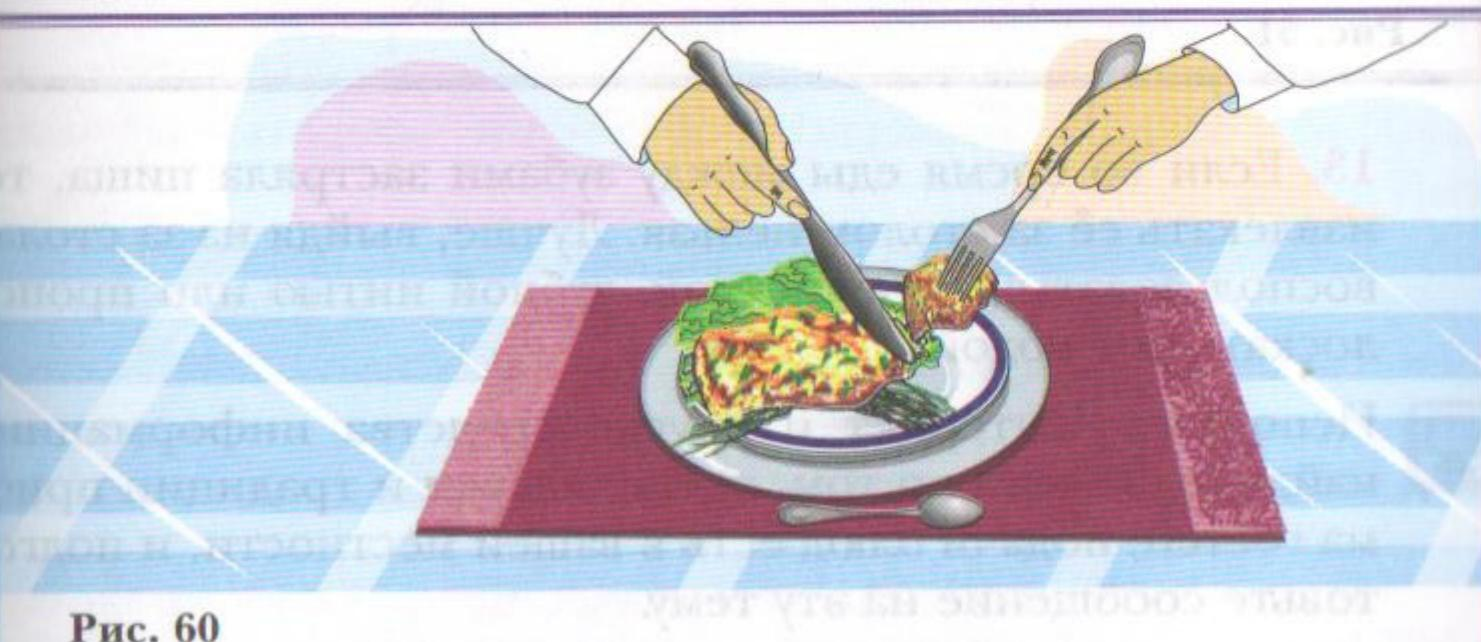

Рис. 60
8. Мясо и другие блюда следует отрезать ножом постепенно, придерживая вилкой, ту часть кусочка, которую отрезают, затем съедают. (рис. 60).